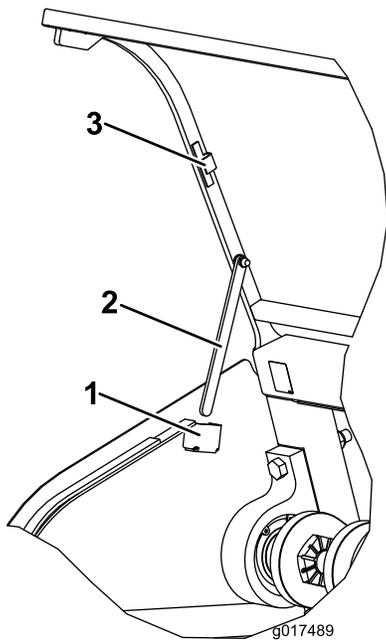

Figure 34
3. De chaque côté du capot, détachez la béquille de son support magnétique et abaissez-la dans le logement de blocage (Figure 34).